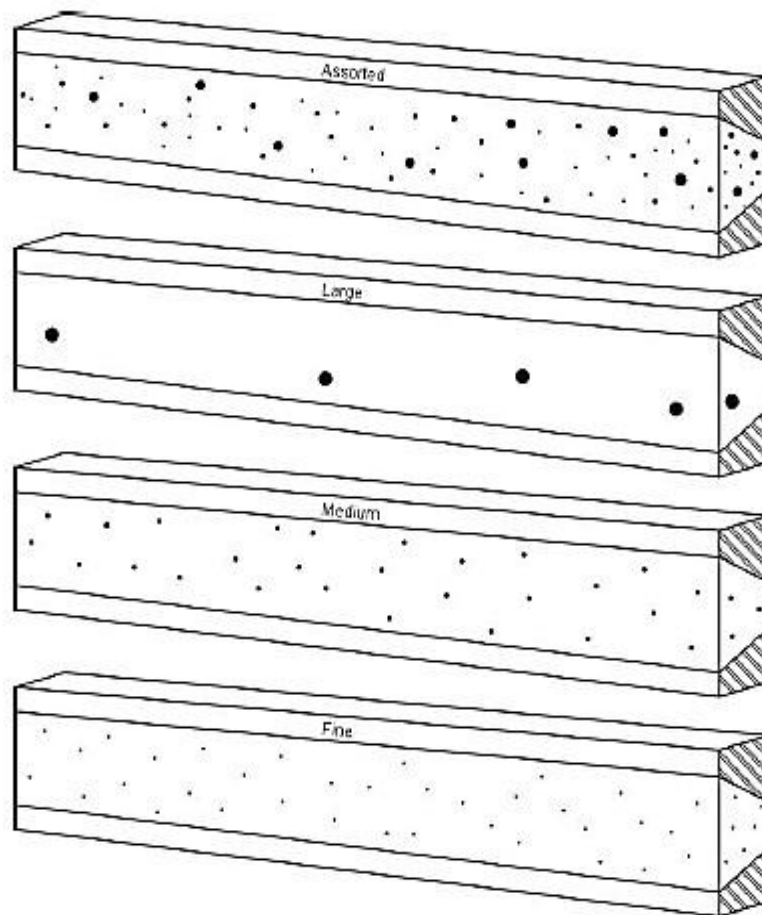

Figure 20—Maximum Distribution of Gas Pockets: Wall Thickness (t) Less Than or Equal to 0.500 in. (12.7 mm)
- Distribusi dari scattered porosity melebihi konsentrasi yang diizinkan oleh Fig. 20 & 21.
- d) Cluster porosity (CP) yang terjadi pada setiap pass kecuali pada pass finish harus sesuai dengan criteria par. 8.9.2.1 diatas. CP yang terjadi pada finish pass harus dianggap defect jika salah satu kondisi yang berikut tampak :